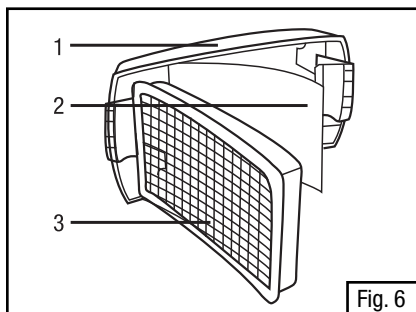

Fig. 6
- Coloque o filtro HE e o pré-filtro ou o anti-fagulha (se algum deles estiver sendo usado) na proteção do filtro conforme mostra a Fig. 6. Certifique-se de que a etiqueta do filtro HE pode ser vista no visor da proteção do filtro. **Observações:** O TR-3600 não pode ser usado em combinação com o TR-362 ou o TR-362-SG. Veja o selo de aprovação da NIOSH para o TR-300 para confirmar se o produto pode ser usado com a configuração específica do seu sistema.